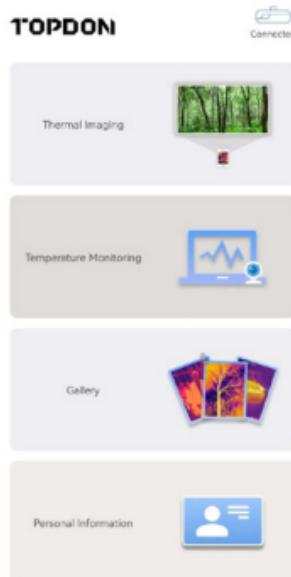

рисунок 3.1.3
3. Откройте приложение TC001. На значке в правом верхнем углу главного экрана появится надпись "Подключено" (см. рисунок 3.1.3).